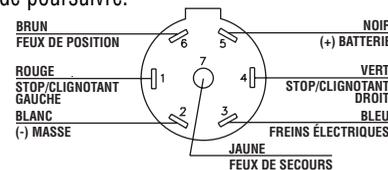

FIG. 2 - Vue en regardant dans le connecteur
4. Raccordez les fils du véhicule (voir remarque) aux conducteurs correspondants de l'adaptateur, à l'aide des connecteurs thermorétractables ou des raccords d'épissure bleus (fournis) (Fig.2). Raccordez les trois fils restants, reliés au + de la batterie, et aux circuits de commande de freinage et de feu de secours de la remorque fournis, aux conducteurs correspondants de l'adaptateur (Fig.2), en sertissant les connecteurs thermorétractables ou les raccords d'épissure jaunes (fournis).